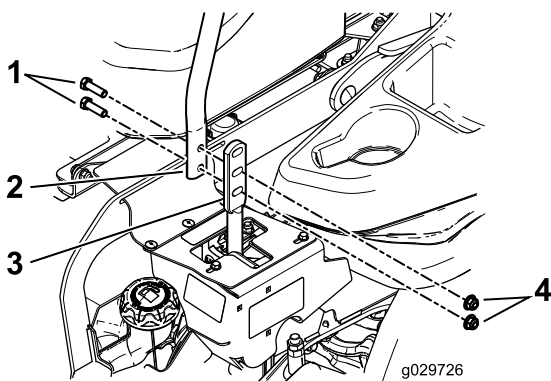

Figure 89
3. Desserrez les boulons et les écrous à embase situés dans les leviers (Figure 89).
4. Réglez l'alignement avant/arrière des leviers en les plaçant simultanément à la position **POINT MORT**, faites-les coulisser jusqu'à ce qu'ils soient alignés, puis resserrez les boulons (Figure 89).